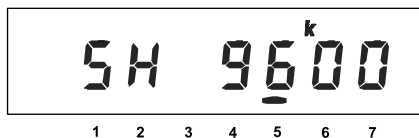

Рисунок 5.8
5.2.5.3. Окно «Ручная коррекция хода часов» (рисунок 5.8)